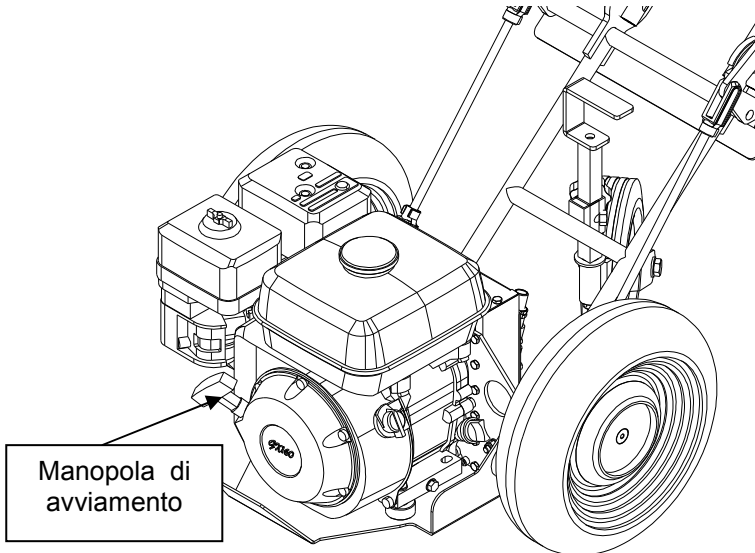

Fig. 8
- Impugnare la manopola di avviamento (Fig. 8) e tirare la fune senza sforzo sino ad avvertire la resistenza provocata dalla compressione, rilasciare la manopola e quindi dare uno strappo energico per avviare il motore, e tenendo premuta la leva di comando.